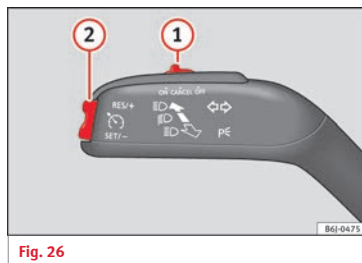

Fig. 26
• Conectar el GRA: desplace el conmutador »» fig. 26 ① hasta **ON**. El sistema está encendido. El sistema no regula al no haber programado ninguna velocidad.
• Activar el GRA: pulse el botón »» fig. 26 ② en la zona **SET/-**. La velocidad actual se memoriza y regula.
• Desconectar el GRA temporalmente: desplace el conmutador »» fig. 26 ① hasta **CANCEL** o pise el freno. La regulación se desconecta temporalmente.
• Conectar el GRA de nuevo: pulse el botón »» fig. 26 ② en **RES/+**. La velocidad memorizada se guarda y regula otra vez.
• Aumentar velocidad programada durante regulación de GRA: pulse botón ② en **RES/+**. El vehículo acelera hasta la nueva velocidad guardada.
• Reducir velocidad programada durante regulación de GRA: pulse botón ② en **SET/-** para reducir 1 km/h (1 mph). La velocidad se reduce hasta alcanzar la nueva velocidad memorizada.
• Desconectar el GRA: desplace el conmutador »» fig. 26 ① a **OFF**. Se desconecta el sistema y la velocidad memorizada se borra.